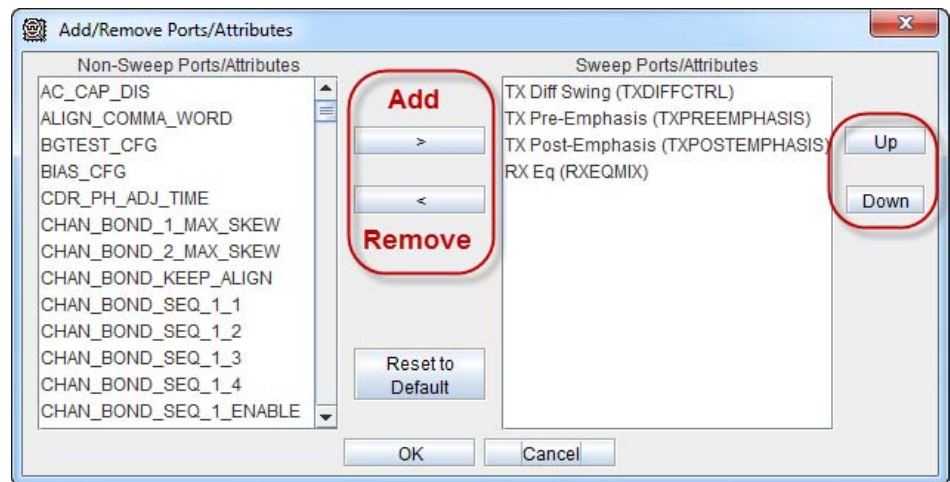

図 9：スイープ設定オプション
4. [Add/Remove Ports/Attributes] ダイアログ ボックスで次のパラメーターを選択し、次の順番どおりに並べます (図 9)。